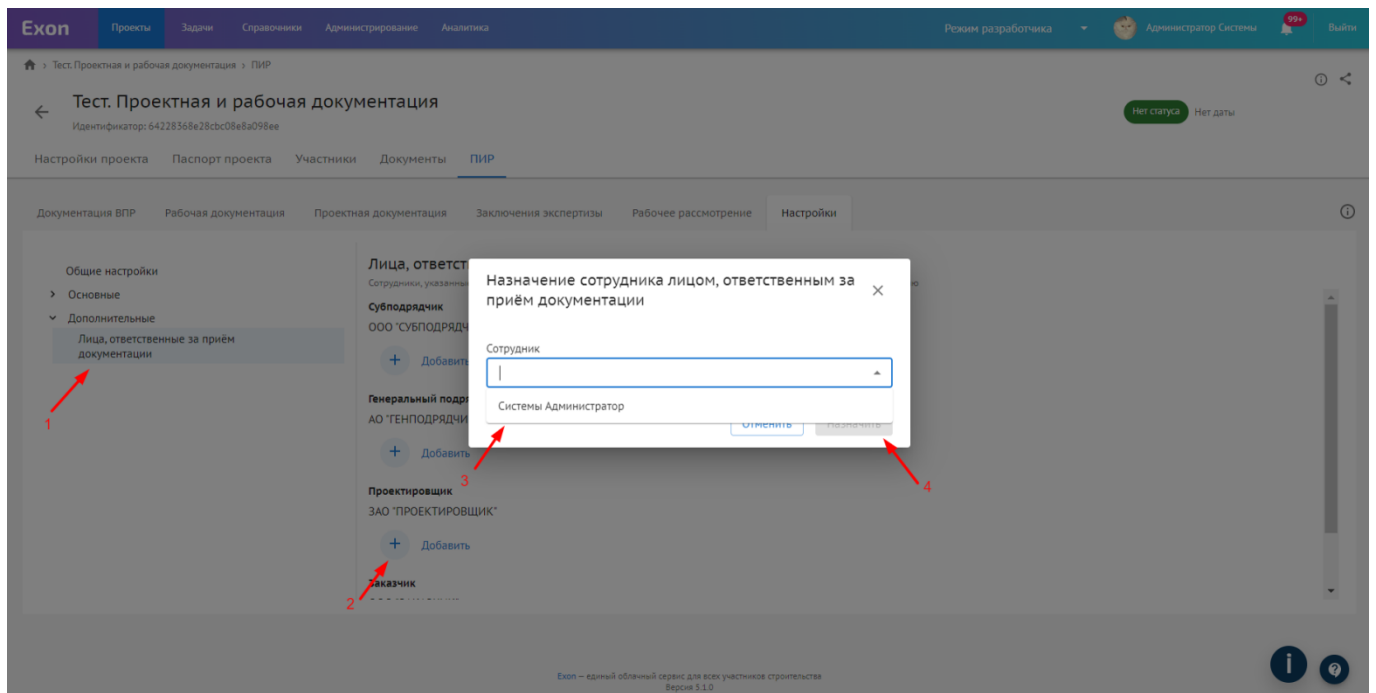

Рис. 117 - Дополнительные настройки
Для того, чтобы назначить лиц ответственных за прием документации, необходимо выбрать данную настройку (1), через кнопку «Добавить» (2) выбрать ответственного сотрудника за прием документации (3) и сохранить изменения (4) (рис. 117).